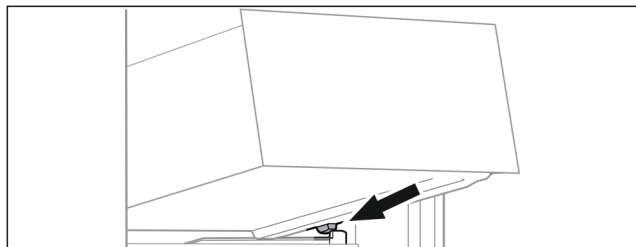

Fig. 79
- ▶ Sæt skuffen skråt bag stoppene på beholderristen. (se Fig. 79)